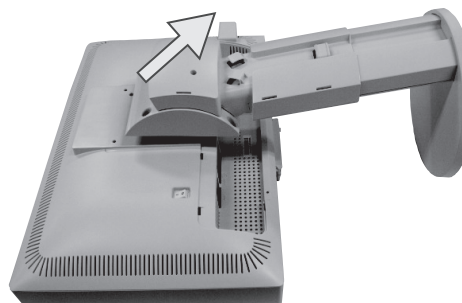

Figure M.4
5. Retirez le support (**Figure M.4**). Le moniteur est maintenant prêt pour un montage différent.